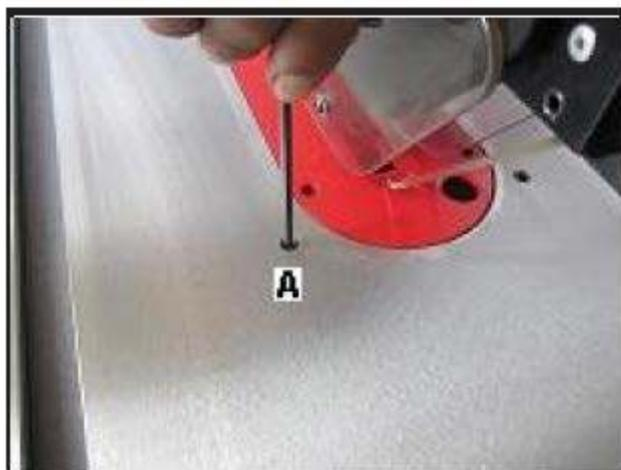

Рис. 27. Регулировка под 90° с помощью установочного винта
4. Если угол не соответствует, повернуть маховичок на один оборот по часовой стрелке. Ослабить установочный винт **A**, показанный на рис. 27, шестигранным ключом на 4 мм. Вращать маховичок до тех пор, пока дисковая пила не будет в положении под углом 90° к столу. Затянуть установочный винт **A** до упора.